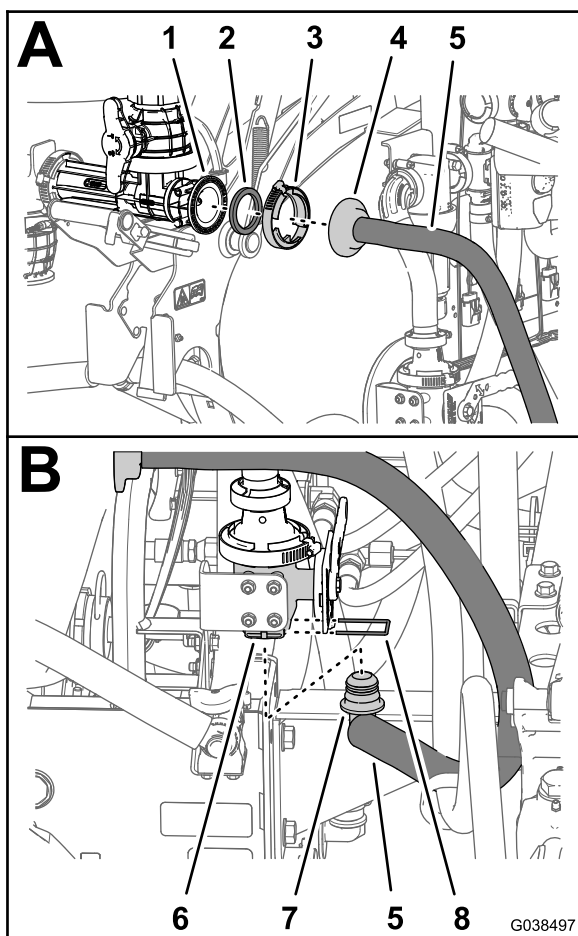

Figura 101
Scollegamento del kit nebulizzatore opzionale (pagina 9) con la flangia del nebulizzatore (Figura 101).
- Montate il raccordo dentellato a 90° del flessibile di alimentazione del nebulizzatore nel foro inferiore della valvola di intercettazione del nebulizzatore (Figura 101).
- Fissate il raccordo dentellato a 90° al foro della valvola di intercettazione del nebulizzatore con un fermo piccolo (Figura 101).